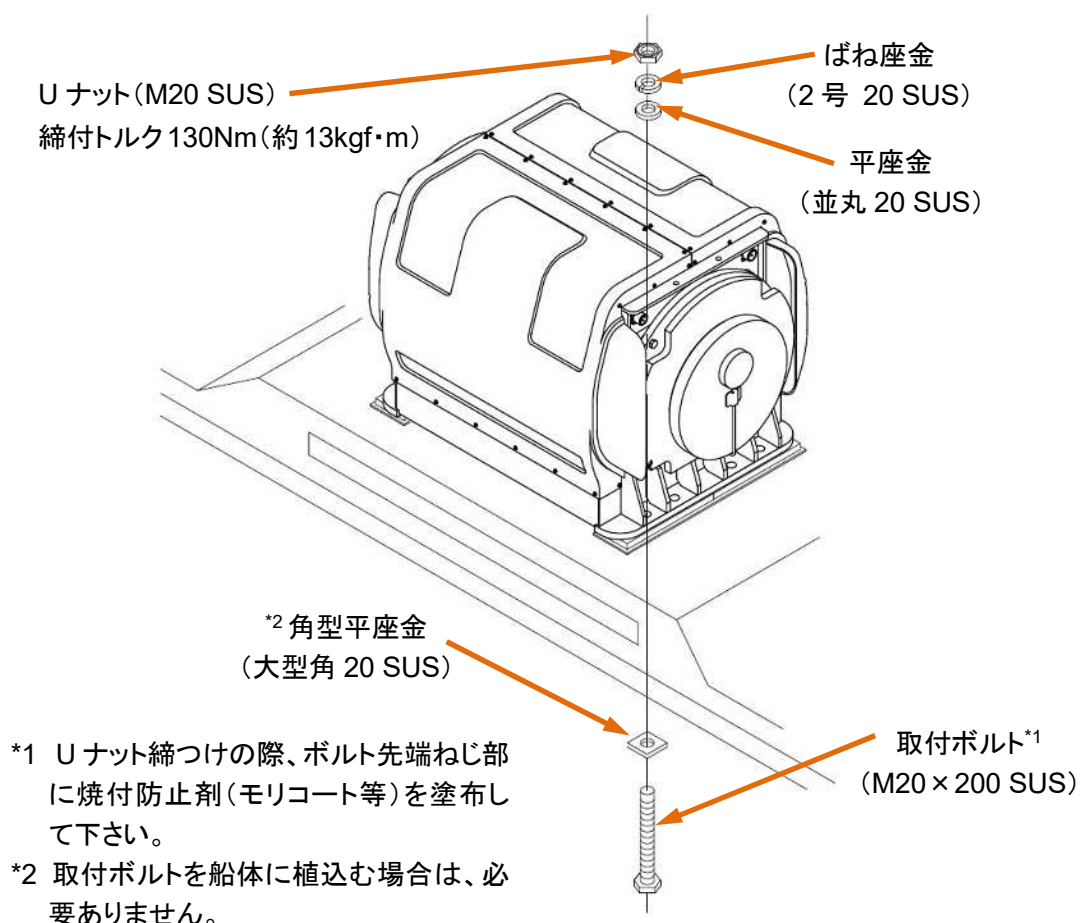
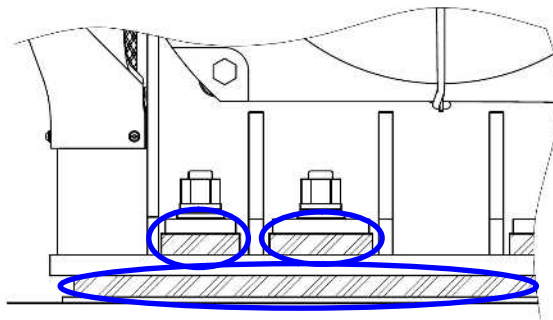

図 4-6 ARG 本体の取付
図 4-7 ボルトの締付順序 (例)
- ⑩ 図 4-6 に示すように残りの部品を取り付けて下さい。取付ボルトに焼付防止剤（モリコート等）と塗布して下さい。また、ナットで 8 本のボルトを締付トルク 130Nm（約 13kgf・m）で対角線毎に少しずつ均等に締め付けて下さい。（図 4-7 を参照して下さい。）